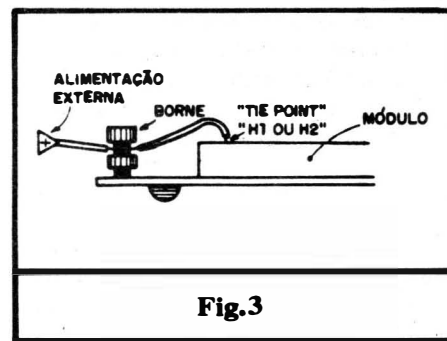

Fig.3
- FIG. 3 - COMO "TRANSFERIR" AS LIGAÇÕES DE ALIMENTAÇÃO, DOS BORNES À MATRIZ... - Observem que os cabos de alimentação, provenientes do exterior, são inicialmente conectados ao próprio borne (na figura vemos um borne para conexões "atarrachadas", mas - como já foi citado - também existem aqueles que recebem as ligações através de pinos "banana"...). Já do borne ao módulo da Matriz, a conexão é feita por um pedaço de fio isolado, sólido, nº 22... É convencional que, num módulo padrão, dotado de apenas duas barras horizontais (H1 e H2, veja a fig. 1 do TRUQUES & DICAS de ABC nº 16...) liguemos o borne **vermelho** (positivo) à linha de **tie-points** horizontal superior (H1), e o borne **preto** (negativo) à linha de contatos horizontais inferior (H2), embora tal disposição não seja - obviamente - **obrigatória**... Apenas que fica mais fácil "seguir" um esquema desenhado de forma tradicional, com tal disposição da alimentação...